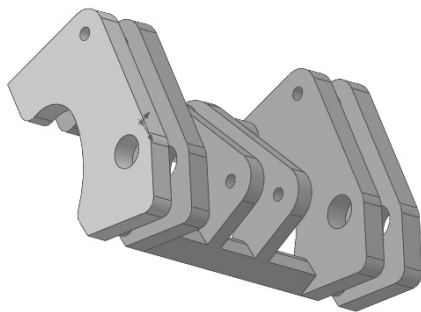

图 8-46 设置面颜色
2) 系统弹出的“颜色”属性管理器如图 8-42 所示。在“颜色”选项组中选择需要的颜色，然后单击  (确定) 按钮，设置颜色后的面如图 8-46 所示。